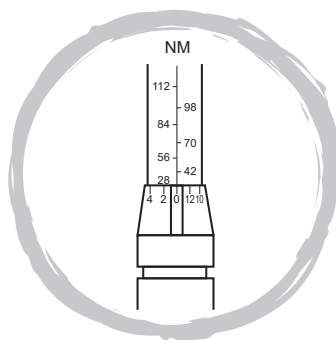

Fig. 1
- Gire el mango estriado hasta que una de las marcas de cero del borde biselado quede alineada con la marca vertical del tubo y esté al mismo nivel que la lectura más próxima por debajo del ajuste requerido (Fig. 1).